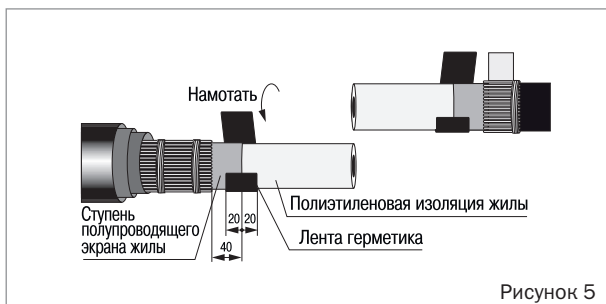

Рисунок 5
- Обрезать жилы соединяемых кабелей по опорной линии (рисунок 5).
- Специальным ножом удалить слой полупроводящего экрана с жил соединяемых кабелей, оставив участок экрана длиной 40 мм от среза оболочки. После удаления экрана поверхность полиэтиленовой изоляции должна быть гладкой, без бугров, заусенцев и частиц экрана. Недостатки на поверхности полиэтиленовой изоляции устранить наждачной бумагой. Поверхность изоляции жилы очистить салфеткой, смоченной в бензине или растворителе (рисунок 5).
- Для каждой жилы: плотно намотать ленту-герметик с заходом 20 мм на ступень полупроводящего экрана и 20 мм на поверхность полиэтиленовой изоляции, обжать рукой (рисунок 5).